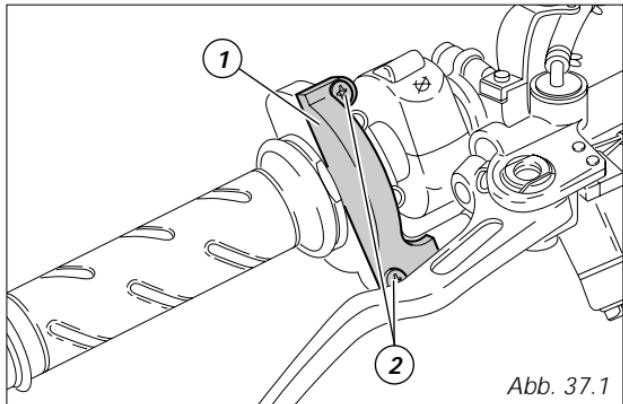

Abb. 37.1
Beim Gaszug wird empfohlen, erst den Deckel (1, Abb. 37.1, Seite 48) der Steuerung, durch Lösen der zwei Befestigungsschrauben (2), abzunehmen und das Kabelende und die Zugrolle einzufetten.